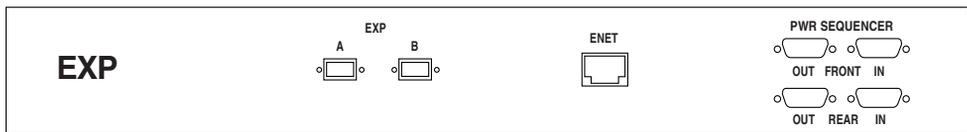
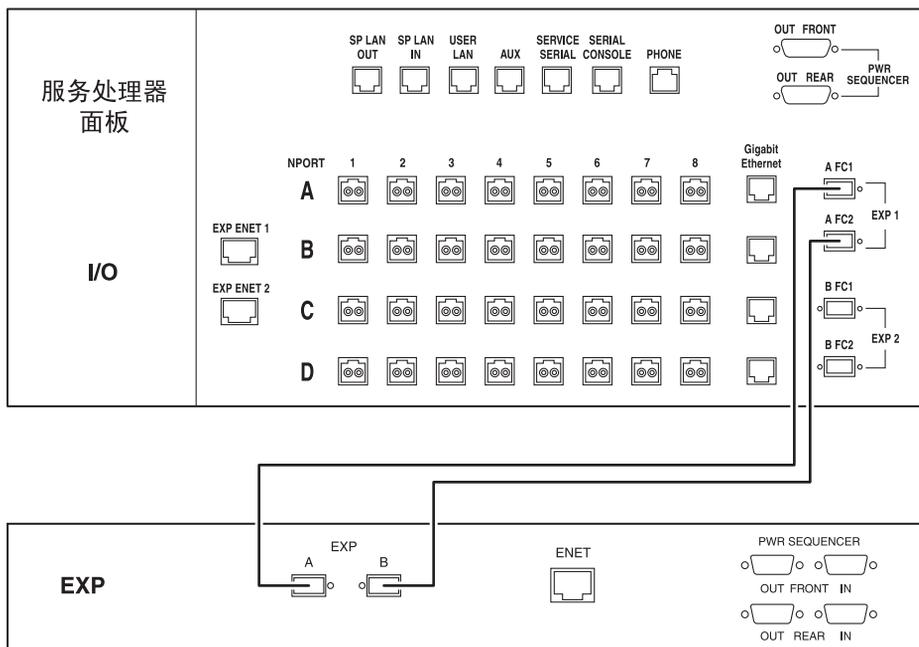

图 2-8 扩展机箱服务面板
图 2-9 用 FC 电缆将基本机箱与扩展机箱 1 服务面板进行连接
基本机箱服务面板有两组可连接到扩展机箱的光纤通道 (FC) 端口 (EXP 1 和 EXP 2) (请参见图 2-8)。扩展机箱服务面板有两个冗余的 FC 端口 (请参见图 2-9)。
请按以下方法连接冗余的光纤通道 (FC) 电缆 (部件编号 537-1060-01) (请参见图 2-9)：